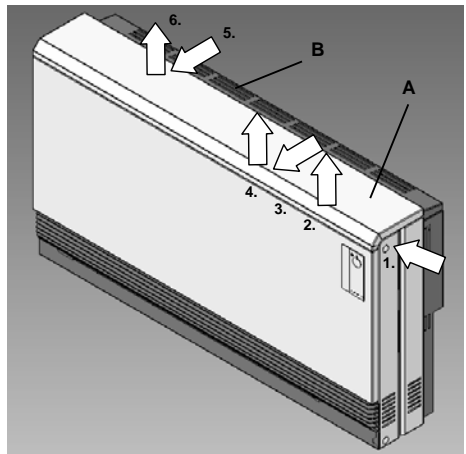
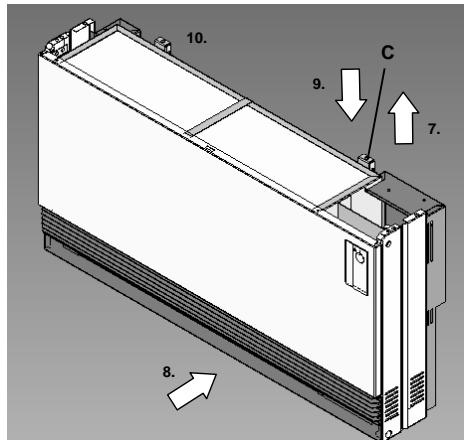

Fig.8 Apparaat openen
Fig.9 Apparaat in muurconsoles hangen
Apparaat zoals bij punt 1-10 (fig.8+9) omschreven, openen en in de muurconsoles hangen.
- Apparaat openen (fig. 8):
37. Deksel afstandhouder (B) naar voren trekken.
- Apparaat in muurconsoles hangen (fig. 9):
64. Deksel van achterwand en deksel in omgekeerde volgende punt 1 t/m 6 (fig.8) weer monteren.